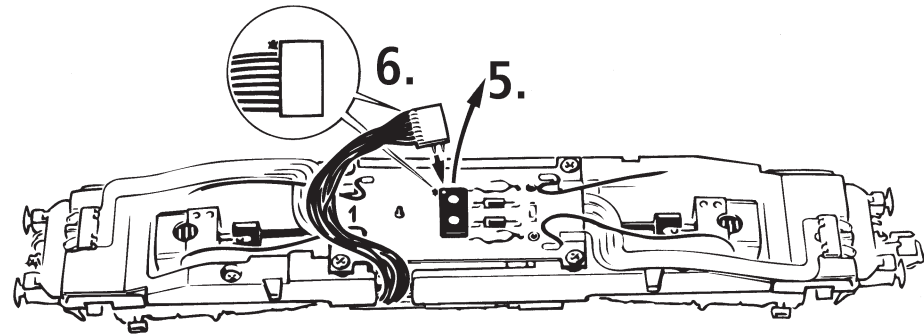

Fig. 8
**3. Lämpchenwechsel:** Bitte nehmen Sie zuerst das Lokgehäuse ab (Fig. 3). Danach können Sie die **Lämpchen** wechseln (Fig. 8).
**3. Remplacement des ampoules:** Veuillez démonter d'abord la caisse de votre locomotive (fig. 3), puis vous pouvez **échanger les ampoules** (voir fig. 8).
**3. Verwisselen van de lichten:** Verwijder eerst de loc-kap (Fig. 3) en verwissel dan de lampjes (Fig. 8).